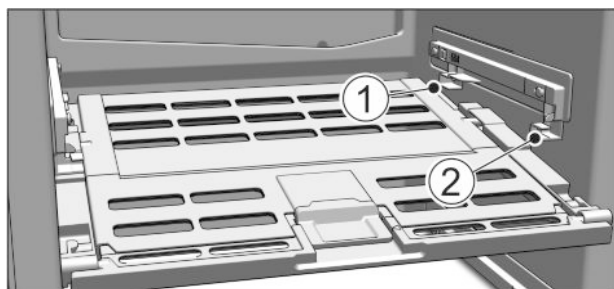

Fig. 75
- ▶ Wkładanie pokrywy Fruit & Vegetable-Safe: Ramiona pokrywy wprowadzić od dołu do tylnego uchwytu Fig. 75 (1) i zazębić z przodu w uchwycie Fig. 75 (2).